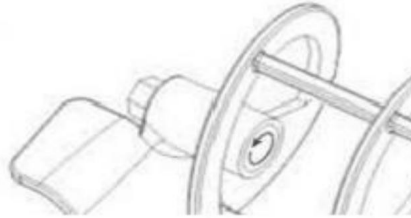

Fig. 13
Une fois le joint (A) installé, enduisez l'intérieur du joint (A) avec la graisse fournie. Voir Fig. 13